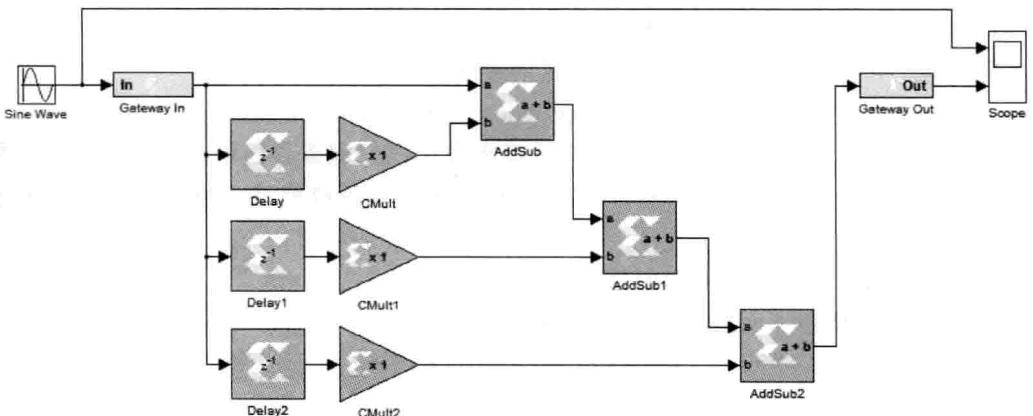
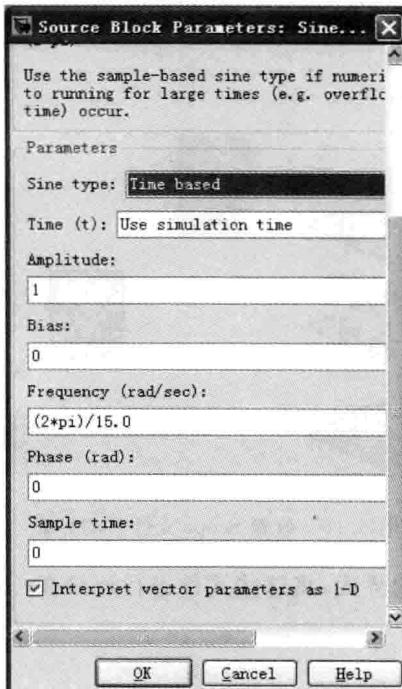
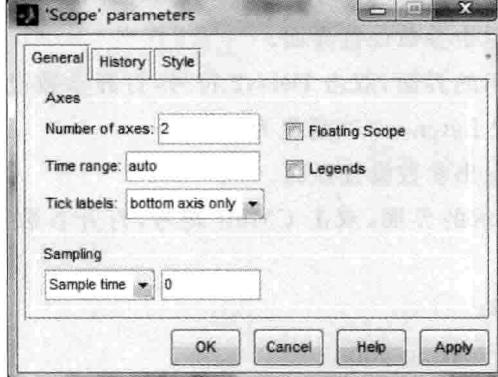

图 6.17 连接元件后的模型界面
图 6.18 Sine Wave 参数设置界面
图 6.19 参数设置界面
(14) 按如图 6.17 所示的界面,将这些元件进行连接在一起。
(1) 双击图 6.17 内的 Sine Wave 符号, 如图 6.18 所示, 打开正弦信号参数配置界面。首先介绍该配置界面内一些参数的含义:
- ① Sine type: Time based;
- ② Time(t): Use simulation time;
- ③ Amplitude: 1;
- ④ Bias: 0;
- ⑤ Frequency(rad/sec):  $(2 * \pi) / 15.0$ ;
- ⑥ Phase(rad): 0;
- ⑦ Sample time: 0(连续时间)。
(2) 单击 OK 按钮,退出 Sine Wave 参数设置界面。
(3) 在如图 6.17 所示的界面中,双击 Gateway In 符号,打开参数设置界面,按如下设置参数:
- ① Output Type: Float-point;
- ② Floating-point Precision: Single;
- ③ 其他按默认参数设置。
(4) 单击 OK 按钮,退出参数设置界面。
(5) 在如图 6.17 所示的界面,双击 Delay1 符号,打开参数设置界面,按如下设置参数:在 Basic 标签下,设置 Latency 为 2(延迟为 2)。
(6) 单击 OK 按钮,退出参数设置界面。
(7) 在如图 6.17 所示的界面,双击 Delay2 符号,打开参数设置界面,按如下设置参数:在 Basic 标签下,设置 Latency: 3(延迟为 3)。
(8) 单击 OK 按钮,退出参数设置界面。
(9) 在如图 6.17 所示的界面,双击 CMult 符号,打开参数设置界面,按如下设置参数:
- ① Constant value: 3;
- ② Constant Type: Floating-point;
- ③ Floating-point Precision: Single。
(10) 单击 OK 按钮,退出参数设置界面。
(11) 在如图 6.17 所示的界面,双击 CMult1 符号,打开参数设置界面,按如下设置参数:
- ① Constant value: 4;
(12) 单击 OK 按钮,退出参数设置界面。
(13) 在如图 6.17 所示的界面,双击 CMult2 符号,打开参数设置界面,按如下设置参数:
- ① Constant value: 1.5;
- (14) 单击 OK 按钮,退出参数设置界面。